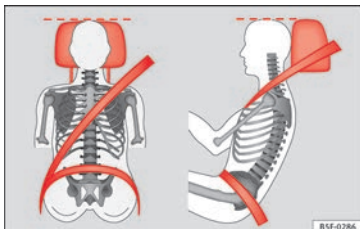

Bild 77 Korrekt inställt nackskydd sett framifrån och från sidan.
- Ställ in nackskyddet, så långt det går, så att ovankanten är på samma nivå som huvudets övre del, eller åtminstone i ögonhöjd » **bild 77**.